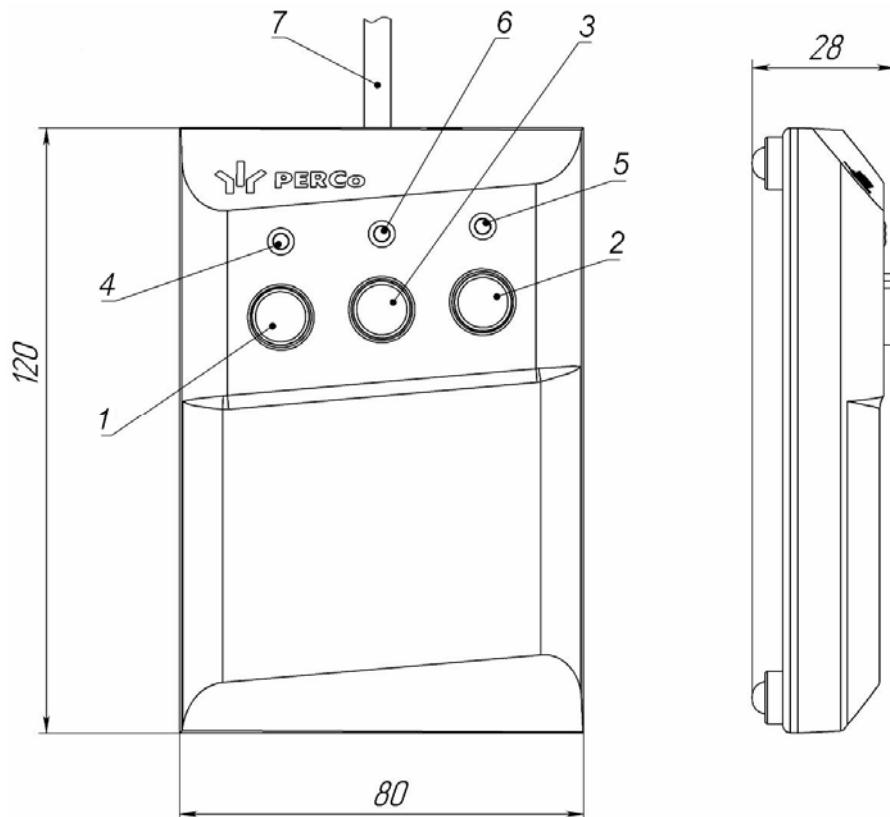
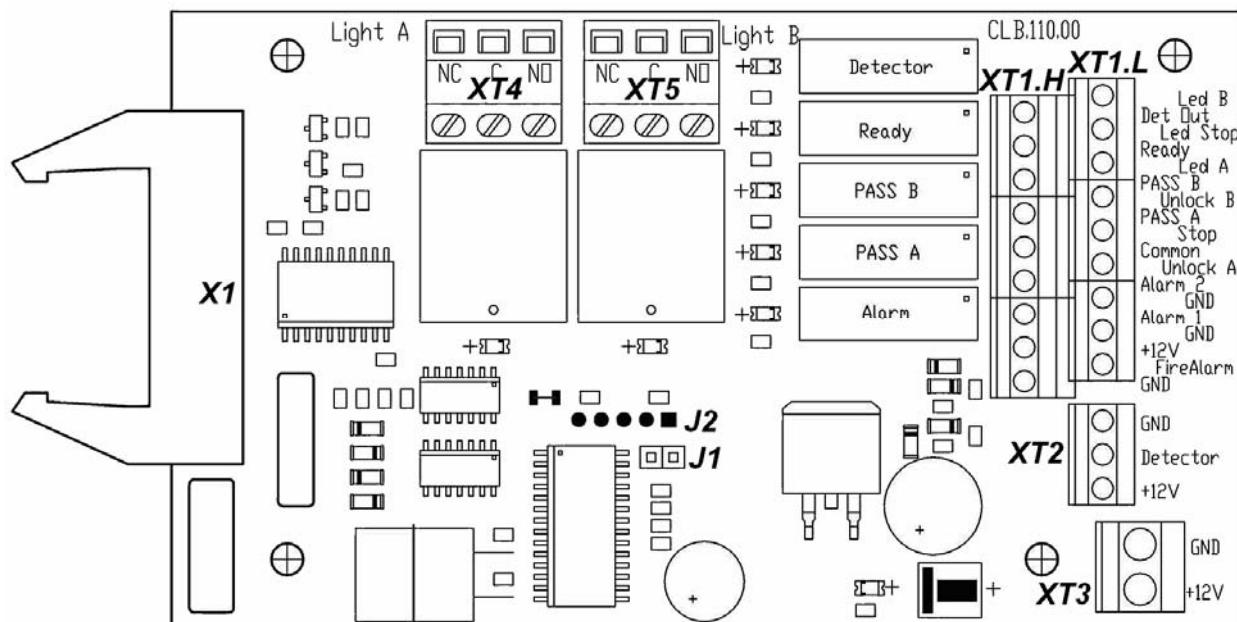
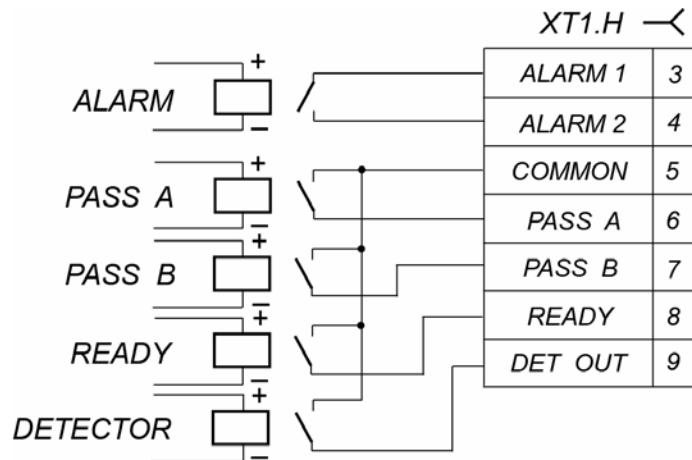
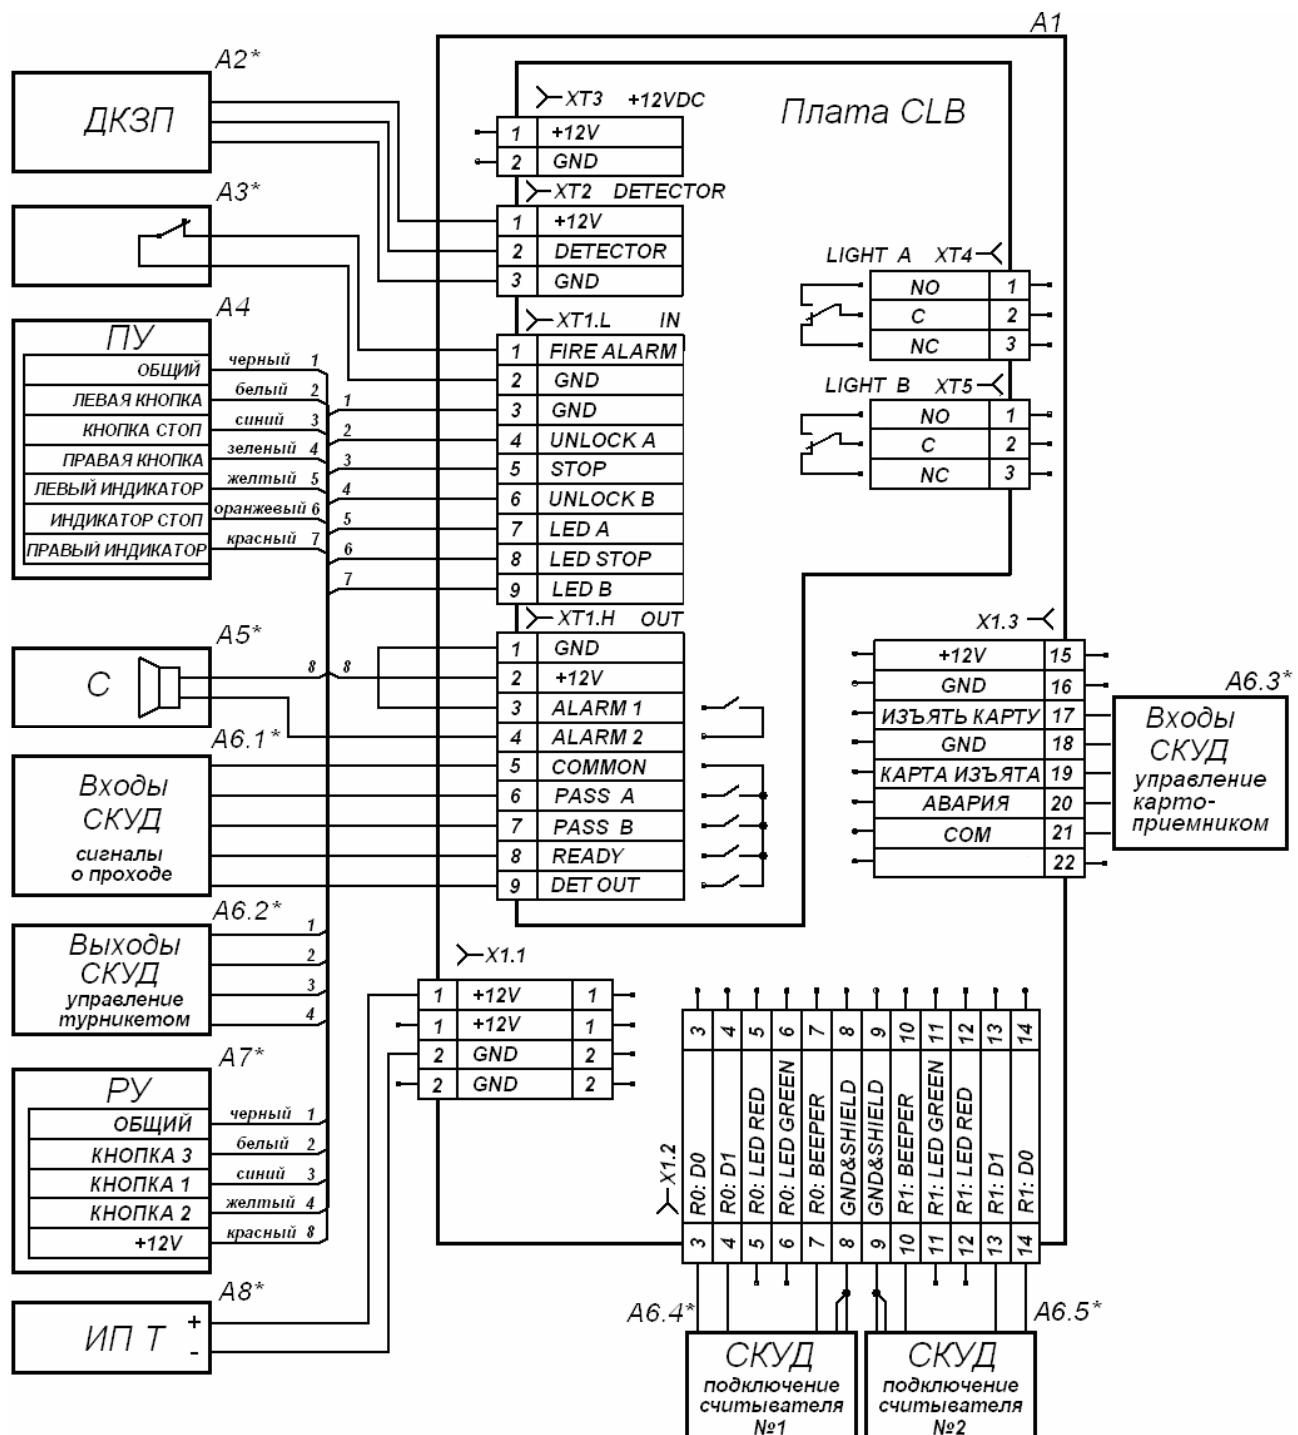

Рисунок 4 Общий вид и габаритные размеры ПДУ
Рисунок 5 Внешний вид платы управления
Рисунок 8 Выходные каскады для PASS A, PASS B, Ready, Det Out и Alarm
Рисунок 11 Схема подключения турникета и дополнительного оборудования¹
5.2.3 ПДУ выполнен в виде небольшого настольного прибора в корпусе из ударопрочного АБС-пластика и предназначен для задания и индикации режимов работы при ручном управлении турникетом. ПДУ подключается к плате управления гибким многожильным кабелем (17) через клеммную колодку **XT1.L** (см. рис.5). Общий вид ПДУ показан на рис. 4.
На лицевой панели ПДУ расположены три кнопки для задания режимов работы турникета. Над кнопками расположены световые индикаторы. В корпусе ПДУ установлен зуммер для звуковой индикации. Средняя кнопка **STOP** предназначена для переключения турникета в режим «Запрет прохода». Левая и правая кнопки **LEFT**, **RIGHT** предназначены для разблокировки турникета в выбранном направлении. Изменить ориентацию ПДУ относительно установки стойки турникета (если на месте установки стойка обращена к оператору не лицевой, а тыльной стороной) можно, поменяв местами провода от ПДУ, подключаемые на контакты *Unlock A* и *Unlock B* а также *Led A* и *Led B* соответственно (см. рис. 5 и рис. 11).
5.2.4 Внутри стойки расположен кронштейн с установленной платой управления (см. рис. 5) и клеммами для подключения внешних устройств. К плате подключаются ПДУ, выходы СКУД, устройство РУ, ДКЗП, устройство для подачи команды аварийной разблокировки турникета *Fire Alarm* (далее – *устройство Fire Alarm*). На клеммы подключения внешних устройств выведены линии подключения источника питания, линии управления механизмом картоприемника, линии сигналов считывателей. Подключение внешних устройств производится в соответствии со схемой подключения турникета и дополнительного оборудования (см. рис. 11). Схема электрических соединений внутри турникета приведена на рис. 12.
5.3.7 Обозначения установленных на плате управления клеммных колодок и назначение их контактов показаны на рис. 5 и на наклейке, аналогичной рис. 5, расположенной на внутренней поверхности крышки турникета.
5.4.3 Реле *PASS A* (контакты *PASS A* и *Common*), *PASS B* (контакты *PASS B* и *Common*), *Ready* (контакты *Ready* и *Common*), *Detector* (контакты *Det Out* и *Common*) и *Alarm* (контакты *Alarm 1* и *Alarm 2*) имеют нормально-разомкнутые контакты. При этом общий для этих реле контакт *Common* не соединен с минусом источника питания турникета. В исходном (неактивном) состоянии при включенном питании контакты реле *PASS A*, *PASS B*, *Ready* и *Detector* замкнуты (на обмотку реле подано напряжение), а контакты реле *Alarm* разомкнуты (напряжение на обмотку реле не подано). Факт срабатывания/отпускания реле *PASS A*, *PASS B*, *Ready*, *Detector* и *Alarm* можно определить по загоранию/гашению красных индикаторов, которые установлены вблизи указанных реле (см. рис. 5). Выходные каскады для *PASS A*, *PASS B*, *Ready*, *Det Out* и *Alarm* – контакты реле (см. рис. 8) со следующими характеристиками сигналов:
5.5.2 Режим управления определяется наличием перемычки на разъеме **J1** (расположение разъема **J1** показано на рис. 5 и на наклейке, расположенной на внутренней поверхности крышки):
5.9.2 Подключение ДКЗП прохода производится к клеммной колодке **XT2**, а сирены – к клеммной колодке **XT1.H** платы управления согласно схеме электрических соединений (см. рис. 11 и рис. 5). ДКЗП должен иметь нормально-замкнутые контакты. Если ДКЗП не подключен, то необходимо установить перемычку между контактами *Detector* и *GND* клеммной колодки **XT2**. При поставке данная перемычка установлена.
На контакты *Det Out* и *Common* клеммной колодки **XT1.H** платы управления (см. рис. 5) всегда транслируется сигнал о текущем состоянии ДКЗП.
5.9.3 Подключение устройства, подающего команду аварийной разблокировки, производится к клеммной колодке **XT1.L** платы управления согласно схеме электрических соединений (см. рис. 11 и рис. 5). Если вход *Fire Alarm* не используется, то необходимо установить перемычку между контактами *Fire Alarm* и *GND*. При поставке данная перемычка установлена.
5.11.1 Управление механизмом картоприемника осуществляется СКУД подачей сигнала на вход *Изъять карту* платы управления картоприемником (контакт 17 клеммной колодки **X1.3**, см. рис. 11). Картоприемник формирует сигнал *Карта изъята* (контакт 19 клеммной колодки **X1.3**) и в определенных случаях – сигнал *Авария* (контакт 20 клеммной колодки **X1.3**).
- 6 Снимите крышку турникета (3), открыв ключом замок согласно инструкции приведенной в разд. 6 «Маркировка и упаковка».
- 7 Подключите кабель питания (18) к клеммной колодке **X1.1** (см. рис. 11). Подключите кабель ПДУ (17) к клеммной колодке **XT1.L** на плате управления (см. рис. 5). Подключите при необходимости кабели от других устройств к соответствующим клеммным колодкам платы управления (см. рис. 5 и рис. 11).
- 9 После подключения всех кабелей и закрепления стойки на полу установите на место крышку (3) (см. разд. 6). Для установки в рабочее положение преграждающих планок снимите с поворотного механизма крышку (6), отвернув винт M4×25. Отверните болт M8×30, установленный на преграждающей планке (5). Установите преграждающую планку в соответствующее посадочное место и зафиксируйте болтом. Под головку болта установите пружинную шайбу. Затяжка болтов должна обеспечивать надежную фиксацию преграждающей планки (без люфта).
- 11 Установите в рабочее положение крышку (6), закрепив ее винтом.
Подключение контроллера к плате управления турникета производится в соответствии с рис. 11.
Передача данных от считывателей осуществляется по интерфейсу *Wiegand*. Подключение считывателей к контроллеру СКУД необходимо производить экранированным кабелем в соответствии с рис. 11.